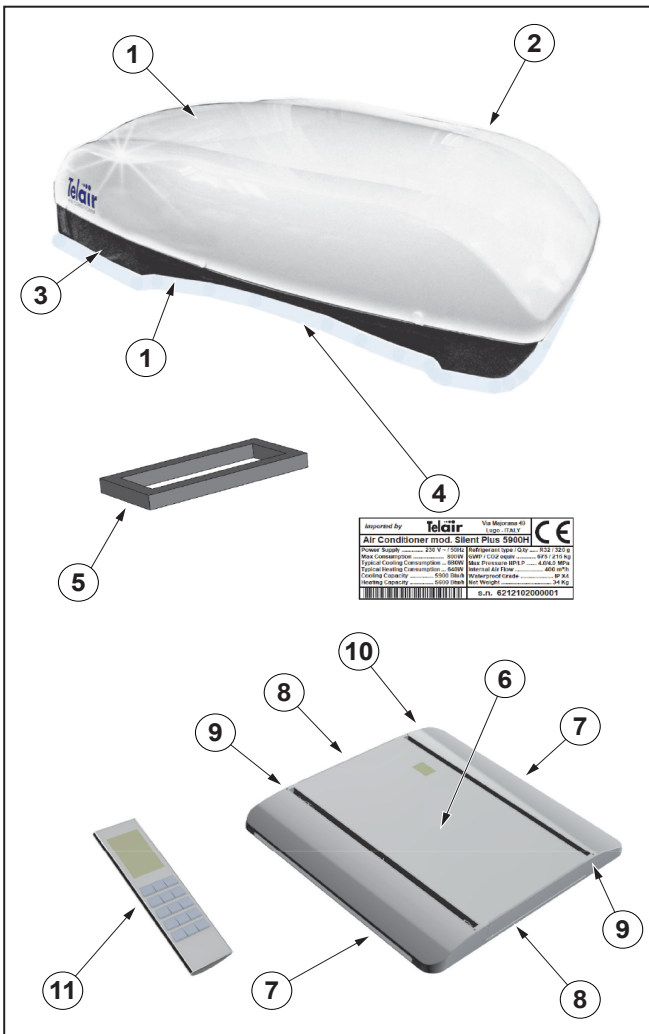

Fig. 1
De eerste handeling die verricht moet worden om de airconditioner op de juiste manier te installeren is zorgvuldig controleren of het dak van het voertuig berekend is op het gewicht ervan; als dit niet het geval is moet u het dak naar behoren verstevigen. Kies een plaats in het midden van het dak die vlak en horizontaal genoeg is en ga aan de binnenkant van het voertuig na of er geen enkel obstakel is waardoor de bevestiging van de luchtverspreider (Fig. 1 ref. 6) en het uitstromen van koele lucht uit de draaibare luchtverspreidingsmondstukken (Fig. 1 ref. 8) belemmerd wordt.